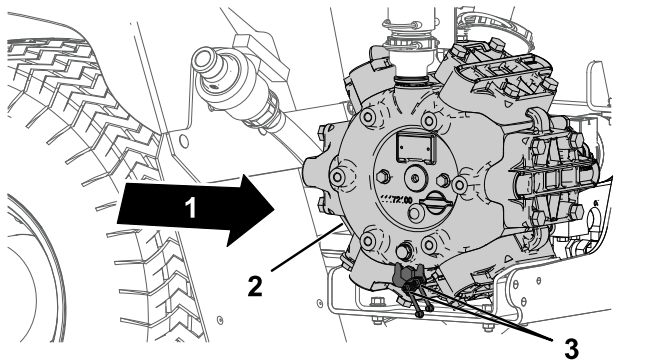

図 103
1. リモートグリスフィッティング2個をきれいに拭く 図 103。
2. リモートグリスフィッティングにグリスを注入する 図 103。